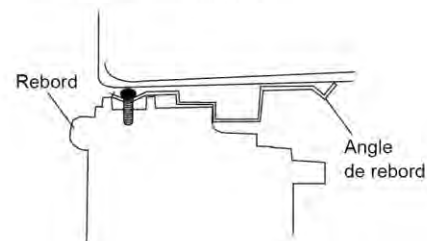

Fig.12
2. Placez le caisson dans la fenêtre avec l'angle de rebord inférieur bien posé sur le rebord de fenêtre comme illustré. Abaissez la fenêtre temporairement derrière l'angle supérieur pour tenir le caisson en place (Fig.12).
Étape 2. Repérez à nouveau par un trait sur le panneau isolant R1 fourni selon une longueur de 3 mm (1/8 po) inférieure à la largeur mesurée lors de l'étape 1, puis coupez le panneau isolant R1 le long de ce trait (Fig. 12).